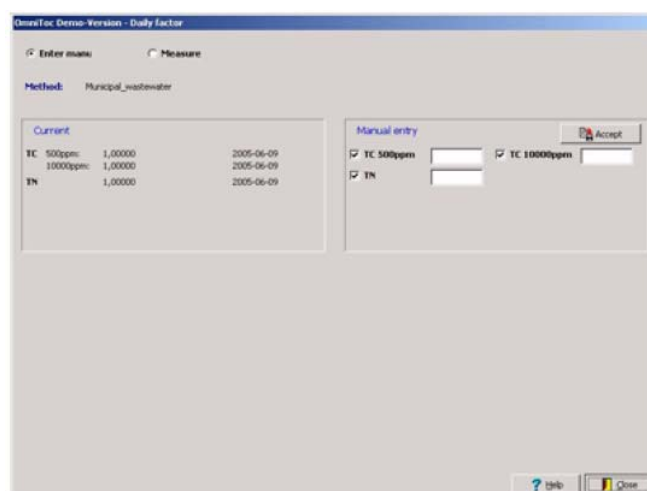

图50 Daily Factor（日因子）窗口——Manual Input of Daily Factor（日因子的手动输入）
2. 在**Daily factor**（日因子）窗口（图50），选择**Enter Manually**（手动输入）。
2. 在**Daily factor**（日因子）窗口（图50），选择**Measure**（测量）。